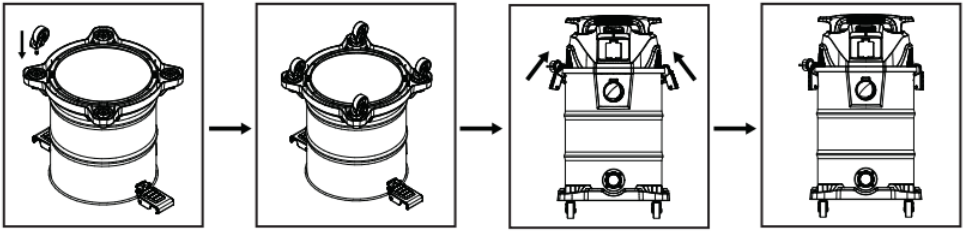

Рисунок 2.
3.2.1 Виконати монтаж виробу після транспортування (рисунок 2):